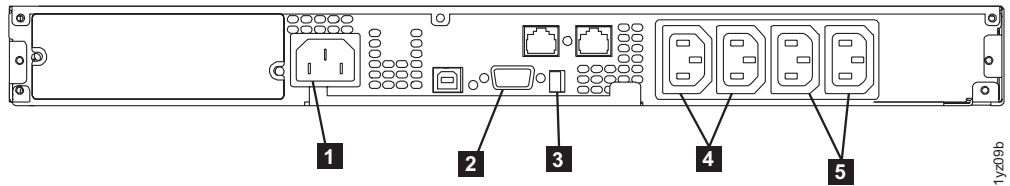

図 146. 2145 UPS-1U (背面図)
9. 2145 UPS-1U の背面で、SAN ボリューム・コントローラーの電源ケーブルをロード・セグメント 2 コンセント **5** に再接続する前に電源ケーブル・リターナー (該当する場合) を取り付けます。418 ページの図 146 を参照してください。
10. シグナル・ケーブルを通信ポート **2** に再接続します。図 146 を参照してください。
これで、2145 UPS-1U は待機モードになり、SAN ボリューム・コントローラーがオフラインになるはずですが、図 146 に示されているすべてのインディケータがオフになります。